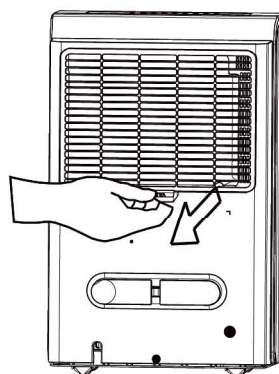

Fig. 14
- Per togliere il filtro, estrarre il filtro (v. Fig. 14). Lavare il filtro con acqua pulita e asciugarlo.